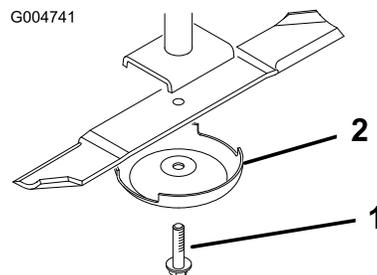

Figura 87
2. Afferrate l'estremità della lama con un cencio o un guanto bene imbottito. Togliete il bullone, la coppa antistrappo e la lama dall'asse del fusello (Figura 87).